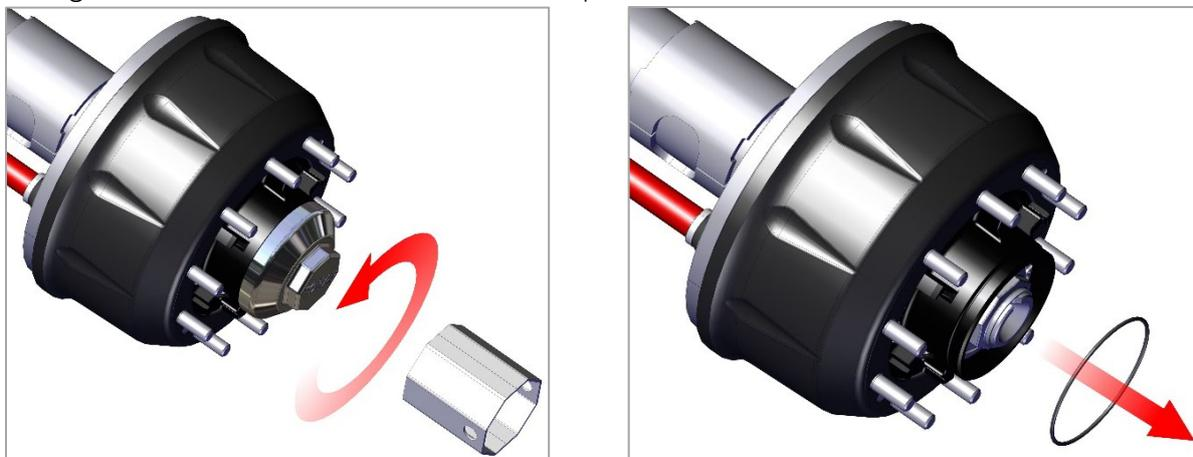

Рис. 4. Снятие крышки ступицы.
1) Отверните специальным ключом крышку ступицы, убедитесь, что резиновое уплотнительное кольцо не повреждено как показано на Рис. 4.